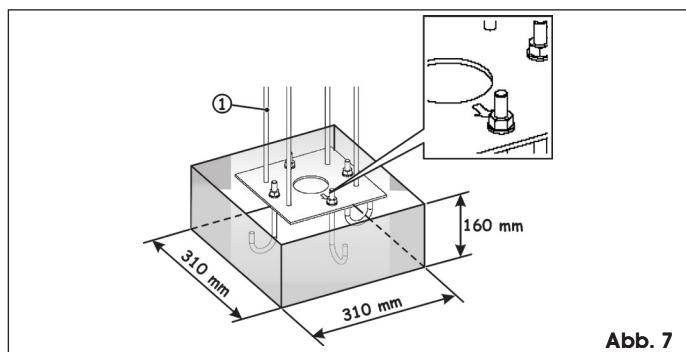

Abb. 7
- Einen Fundamentsockel laut Abb. 7 herstellen
- Die vier im Lieferumfang enthaltenen Zuganker, Abb. 7 Bez. ①, in den entsprechenden Öffnungen mit den verschweißten Muttern anschrauben.
- Die Gründungsplatte laut Angaben in Abb. 7 einmauern und dabei eine oder mehrere Kabelführungen für den Durchgang der elektrischen Kabel vorsehen.